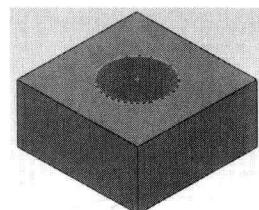

图 1-15 “切除-拉伸”结果
(7) 按“Ctrl+7”组合键(或单击“视图(前导)”工具栏中“视图定向”按钮 $\square$ 下的“等轴测”按钮 $\text{等轴测}$ ), 将显示变为“等轴测”, 结果如图 1-15 所示。